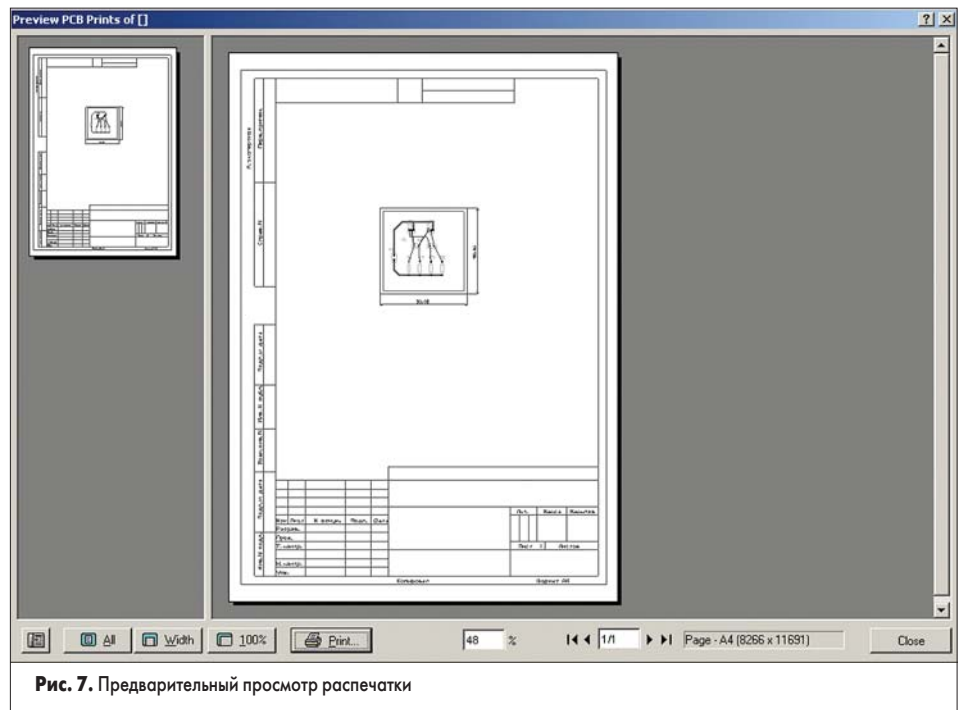

Рис. 7. Предварительный просмотр распечатки
16. Нажмем кнопку Preview, откроется окно Preview PCB Prints (рис. 7).